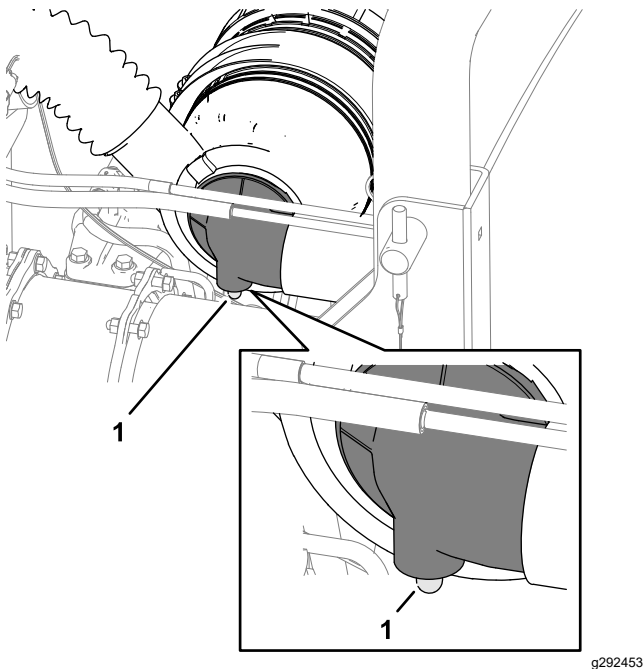

Figura 49
2. Compruebe el indicador de obstrucciones del filtro de aire (Figura 49).
**Nota:** Revise el filtro de aire primario cuando el indicador de obstrucciones del filtro (Figura 49) se ve rojo. Los cambios frecuentes del filtro aumentan la posibilidad de que entre suciedad en el motor al retirar el filtro.